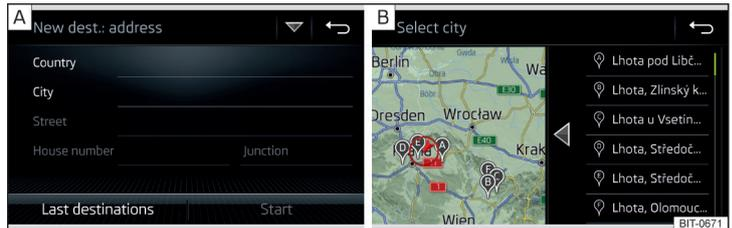

Abb. 201 Ziel über die Adresse eingeben: Hauptmenü / Liste der aufgesuchten Orte
- › Wird das Menü zur Zieleingabe über die Adresse » Abb. 201 - **A** nicht angezeigt, dann die Funktionsfläche ▼ /  → **Adresse** antippen.
» **Abb. 201** - [B].